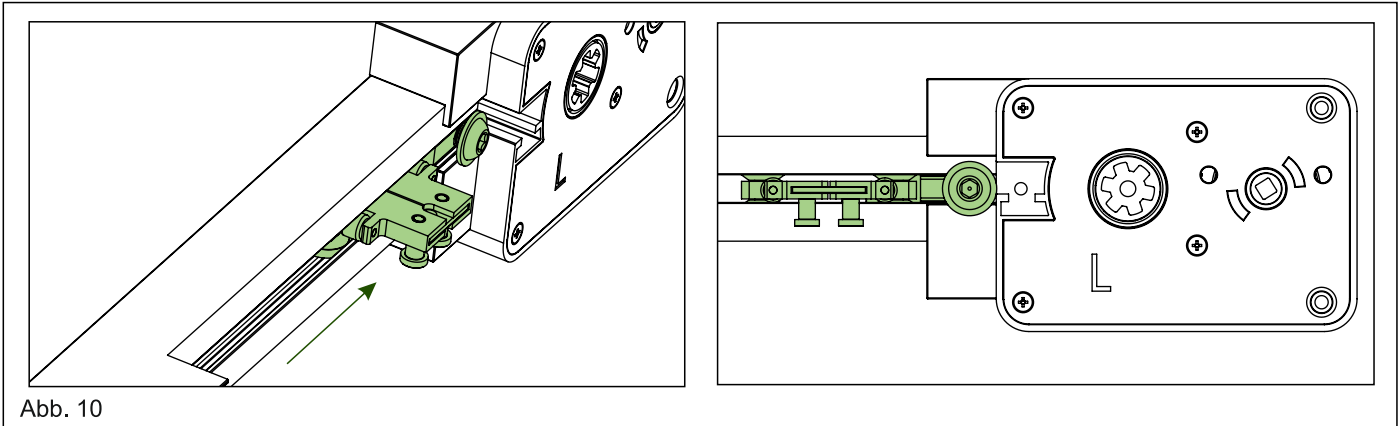

Abb. 10
11. In jeder Schiene befinden sich ein Laufwagen sowie ein Stopper. Achten Sie darauf, dass die Schrauben des Laufwagens nach unten zeigen und der Stopper so ausgerichtet ist, dass seine Schraube in Richtung der Motorhalterung zeigt. Lösen Sie die Schraube des Stoppers leicht und schieben Sie sowohl den Laufwagen als auch den Stopper bis zum Anfang der Schiene. (Siehe Abb. 10)